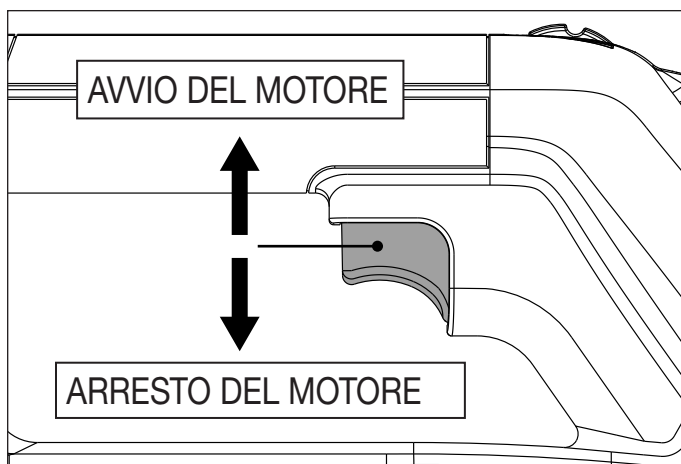
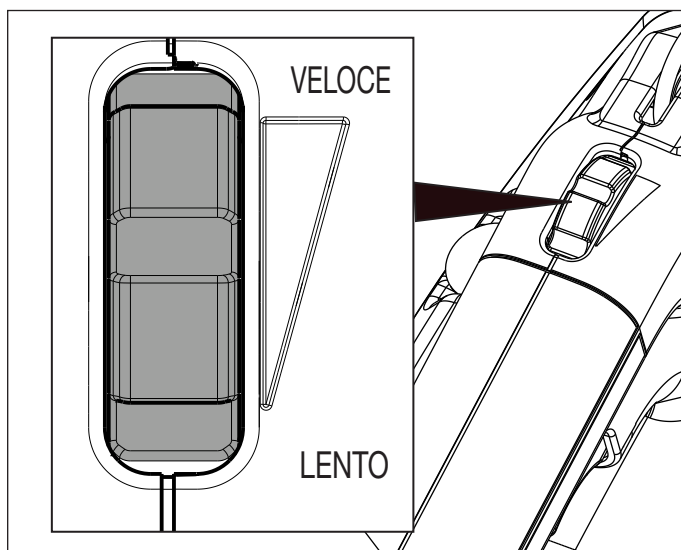

Figura 9: Funzionamento dell'interruttore a grilletto
Figura 10: Rotella di controllo della velocità del motore
Il motore della pompa viene controllato attraverso un interruttore a grilletto. Vedere la Figura 9.
1. Accertarsi che l'interruttore di alimentazione della pompa sia su ON (I).
2. Per avviare il motore della pompa, afferrare saldamente la maniglia per il trasporto e premere l'interruttore a grilletto verso l'alto. Per far girare il motore più velocemente, ruotare la rotella in avanti. Per far funzionare il motore più lentamente, ruotare la rotella all'indietro. Vedere Figura 9 e Figura 10.
- La velocità del motore può essere regolata in base alle esigenze utilizzando la rotella sulla pompa. Ruotare la rotella in avanti per far girare il motore più velocemente. Ruotare la rotella all'indietro per far girare il motore più lentamente. Vedere la Figura 10.